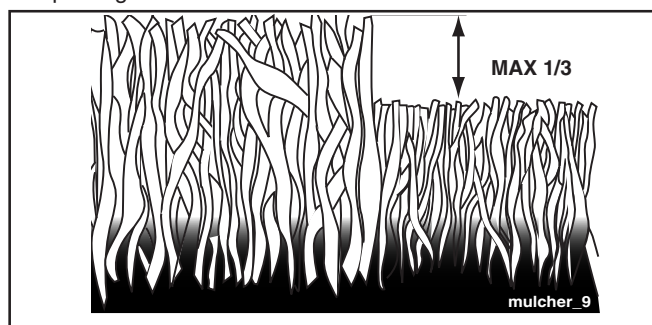

FIG. 12
- Pour les meilleurs résultats, ajustez la hauteur de coupe de tondeuse afin que la tondeuse coupe seulement le tiers du haut de l'herbe (Voir la Fig. 12). Pour les conditions très difficiles, réduisez votre largeur de la coupe sur chaque passage et tondez lentement.